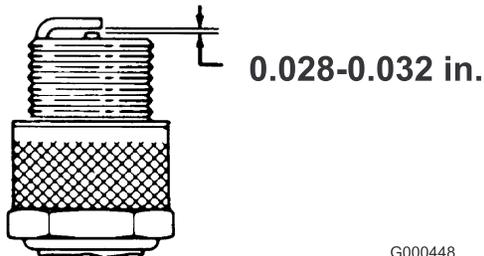

Figure 24
3. Réglez l'écartement des électrodes entre 0,05 et 0,07 cm (Figure 24).